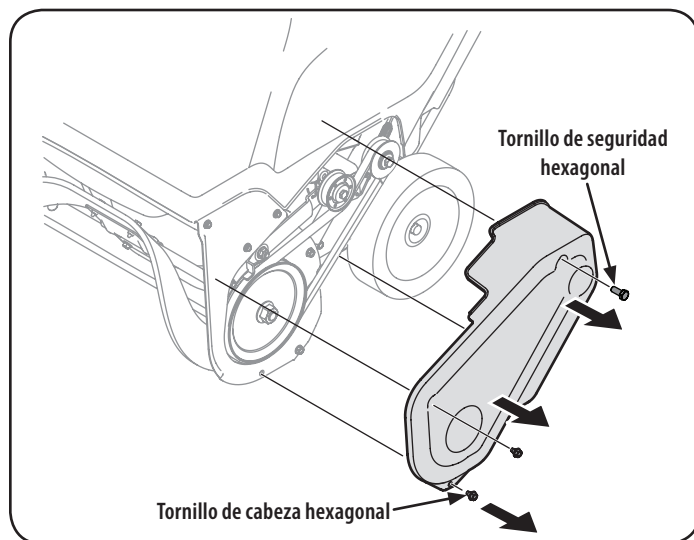

Figura 3
4. Para sacar la cubierta de la correa saque los dos tornillos de cabeza hexagonal y un tornillo de seguridad hexagonal que la sujetan al bastidor. Vea la Figura 3.